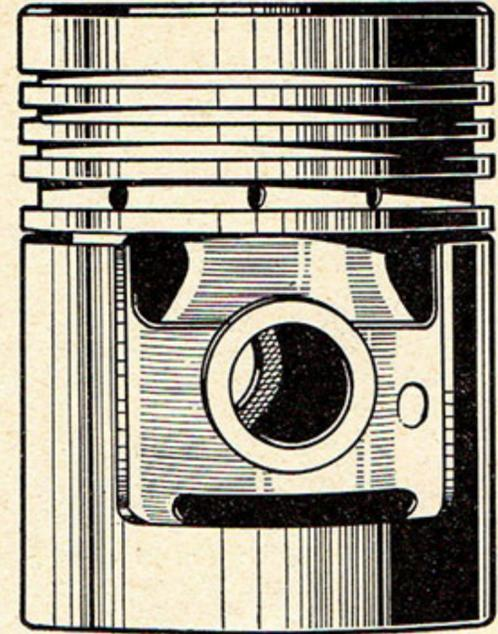

Fig. 8
b) Détournage à rayures pratiqué par usinage et présentant des stries horizontales affectant au voisinage du trou d'axe un profil triangulaire avec angle au sommet de 60°. Lors du rodage les sommets s'émeussent et le contour du piston, dans cette zone, s'ajuste au cylindre. Ici également, les creux forment réserve d'huile, mais celle-ci semble pouvoir être amenée plus facilement, que dans le cas précédent, dans la zone de portée latérale, du fait que les rayures s'étendent sur un arc assez grand (voir fig. 8).
1° Tête et jupe séparée, la jupe n'étant réunie qu'aux bossages, mais sans lien direct avec la tête. Cette séparation totale très employée autrefois a essentiellement pour but de soustraire la jupe à la chaleur de la tête et de limiter ainsi sa dilatation. Elle est encore fréquente aujourd'hui, car elle autorise des jeux de montage très réduits (fig. 8).